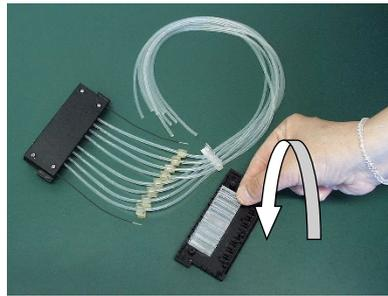

Abbildung 5-42. Platzierung des Sichtfensters
7. Setzen Sie das Kunststoff-sichtfenster mit den Rillen nach oben auf die untere Abdeckung des Oberteils der Dispensierkassette, falls es sich nicht bereits dort befindet (Abbildung 5-42).